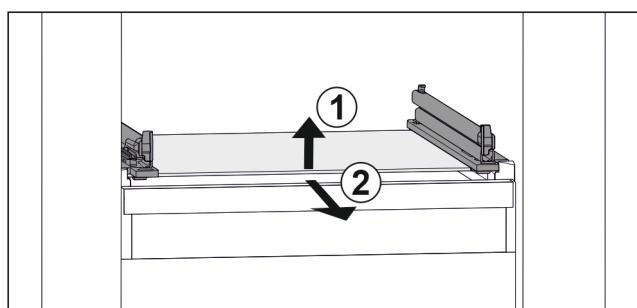

Fig. 129 Примерно изображение на стъклената плоча
- Повдигнете стъклената плоча отпред. Fig. 129 (1)
- Извадете стъклената плоча напред. Fig. 129 (2)